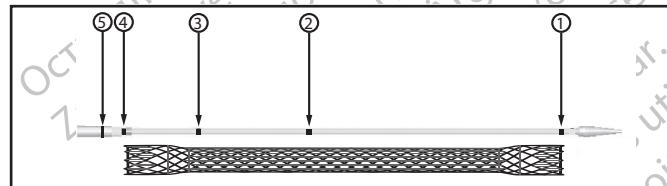
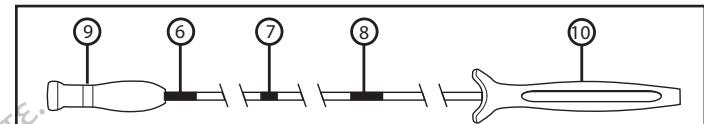

Abbildung 2. Applikatorsystem und strahlenundurchlässige (RO) Markierungen
Abbildung 3. Applikatorsystem, visuelle Markierungen und Griffe
Auf dem Applikatorsystemgriff befinden sich drei visuelle Markierungen zur Unterstützung der Platzierung des Stents unter endoskopischer Visualisierung (Abbildung 3). Die am weitesten distal gelegene Markierung zeigt an, dass sich der Stent vollständig im Applikatorsystem befindet (Abbildung 3 Nr. 6), eine visuelle Markierung kennzeichnet, dass der Stent zu 50 % freigesetzt ist (Mitte) (Abbildung 3 Nr. 7), und die am weitesten proximal gelegene Markierung kennzeichnet den Punkt, an dem das Zurückziehen des Stents nicht mehr möglich ist (Abbildung 3 Nr. 8).
Fünf strahlenundurchlässige Markierungen unterstützen die Freisetzung des Stents unter Röntgendifurchleuchtung (Abbildung 2). Zwei strahlenundurchlässige Markierungen auf dem inneren Röhrchen des Applikatorsystems kennzeichnen die Enden des gefalteten Stents (Abbildung 2, Nr. 1 und 4). Zwischen diesen strahlenundurchlässigen Markierungen befinden sich zwei zusätzliche strahlenundurchlässige Markierungen. Eine strahlenundurchlässige Markierung kennzeichnet den Mittelpunkt des Stents (Abbildung 2 Nr. 2). Eine strahlenundurchlässige Markierung auf dem inneren Röhrchen zeigt den Punkt an, ab dem ein Zurückziehen des Stents nicht länger möglich ist (Abbildung 2 Nr. 3). Die fünfte strahlenundurchlässige Markierung am vorderen Ende des äußeren Röhrchens zeigt an, wie weit der Stent freigesetzt wurde (Abbildung 2, Nr. 5).
Bei Verwendung der Röntgendifurchleuchtung muss der Stent so platziert werden, dass Markierung 2 (Abbildung 2) im Mittelpunkt des Tumors oder der Fistel liegt. Damit stellen Sie sicher, dass der Stent den Tumor vollständig überbrückt.
Halten Sie zu Beginn der Stentplatzierung den distalen Griff (den Griff, der vom Bediener am weitesten entfernt ist, Abbildung 3, Nr. 9) des Applikatorsystems mit einer Hand fest und ergreifen Sie den proximalen Griff (den Griff, der dem Bediener am nächsten ist, Abbildung 3, Nr. 10) mit der anderen Hand. Halten Sie diesen Griff stationär. Zwischen den Griffen befindet sich ein Segment mit visuellen Markierungen. Diese visuellen Markierungen sollen bei der Stentplatzierung helfen. Vor der Stentplatzierung können Sie eine Markierung in vollständig umschlossener/ nicht eingesetzter Position visualisieren (Abbildung 3, Nr. 5).
Um den Stent einzusetzen, halten Sie den distalen Griff (den Griff, der vom Bediener am weitesten entfernt ist, Abbildung 3, Nr. 9) mit einer Hand fest und ergreifen Sie den proximalen Griff (den Griff, der dem Bediener am nächsten ist, Abbildung 3, Nr. 10) mit der anderen Hand. Ziehen Sie zum Einsetzen des Stents den distalen Griff langsam zum proximalen Griff. Halten Sie dabei den proximalen Griff stationär. Überwachen Sie die Stentfreigabe fluoroskopisch und/oder endoskopisch. Halten Sie dabei die Markierungen am Applikatorsystem zwischen den identifizierten Strukturmarkierungen. Sie können die Platzierung gegebenenfalls stoppen und die Stentposition ohne Zurückziehen des Stents proximal justieren, bevor die Zurückziehmarkierung passiert wird (Abbildung 3, Nr. 8). Wenn Sie mit der Stentplatzierung zufrieden sind, schließen Sie die Stentplatzierung nun ab.
- Bis zu den Zurückziehmarkierungen kann der Stent jederzeit wieder zurückgezogen werden (strahlenundurchlässig, Abbildung 2, Nr. 3 und visuell, Abbildung 3, Nr. 8).
Hinweis: Der Stent ist wieder vollständig umschlossen, wenn die visuelle Markierung (Abbildung 3, Nr. 6) vollständig sichtbar ist.
- C. Ziehen Sie das äußere Röhrchen des Applikatorsystems wieder in die Schleuse, indem Sie den distalen Griff (Abbildung 3 Nr. 9) weg vom Bediener drücken. Entfernen Sie langsam das Applikatorsystem und den Führungsdraht.